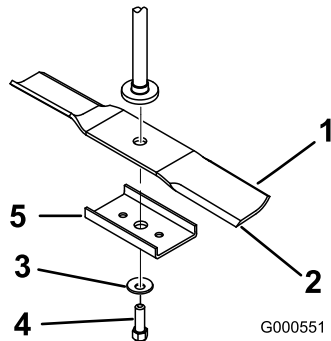

Bild 54
Halten Sie das Ende des Messers mit einem stark wattierten Handschuh oder wickeln Sie einen Lappen um es herum. Entfernen Sie die Messerschraube, Wellenscheibe, Messerverstärkung und das Messer von der Spindelwelle (Bild 54).
- Setzen Sie das Messer auf die Spindelwelle (Bild 54).
- Montieren Sie die Messerverstärkung, die Wellenscheibe (Schalenseite zum Messer) und die Messerschraube (Bild 54).